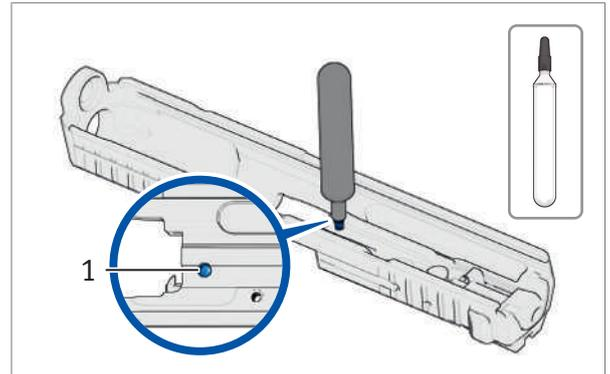

Abb. 65: Schlagbolzenbohrung mit Öl spülen
2. Schlagbolzenbohrung mit Öl spülen bis die Schlagbolzenbohrung frei von Abdichtungsmittel ist (Abb. 65).